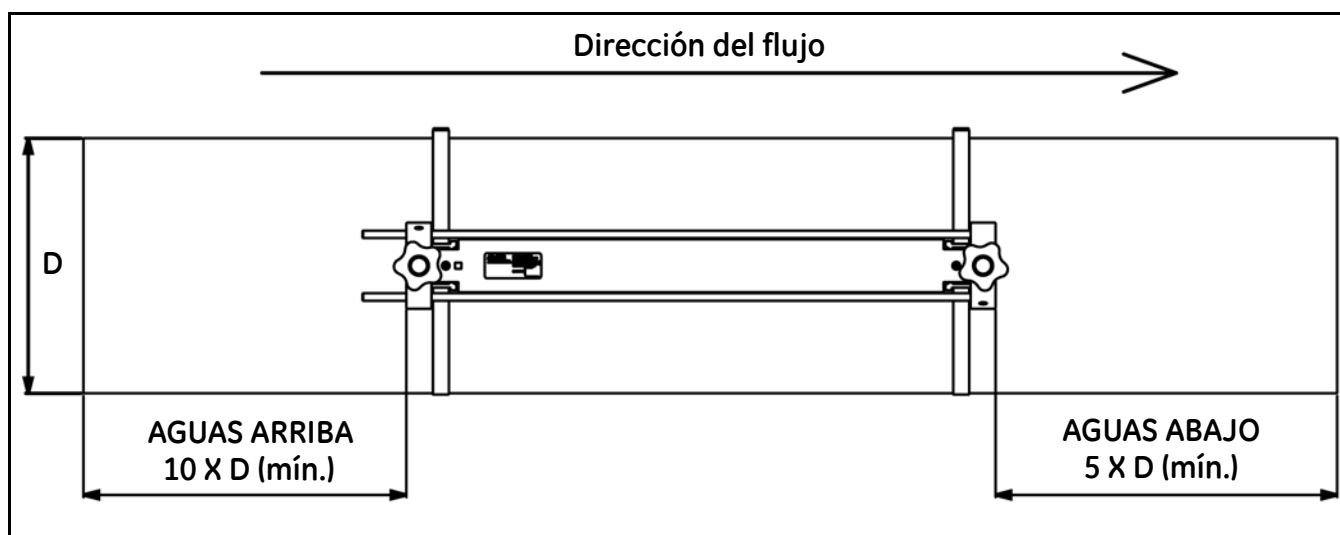

Figura 7: Situación del transductor AT600
- a. Seleccione la posición en un tramo recto de longitud suficiente; consulte la Figura 7 en la página 7.